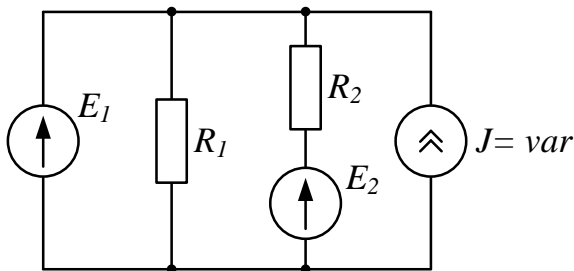

Рис. 2
2. Проанализировать влияние тока источника тока \mathfrak{S} на токи ветвей схемы (рис. 2).